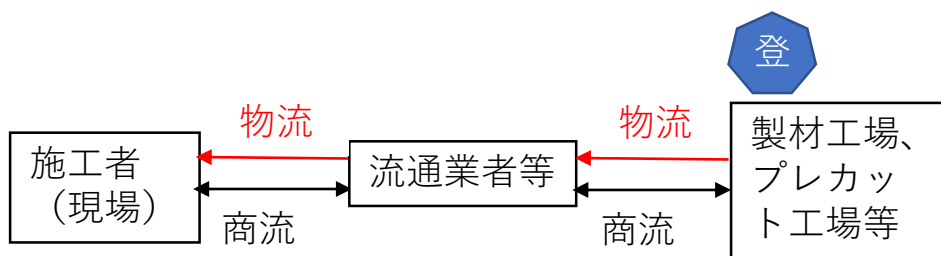

図4. 登録事業者から直に納品されない場合その1
- ① 図4のとおり製材工場、プレカット工場等が登録事業者であっても、施工者（申請者）や流通業者等が登録業者等ではない場合は、合法性が確認できません。